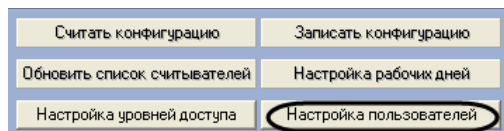

Рис. 3.3—5 Переход к назначению прав доступа пользователям
1. Перейти на панель настроек объекта ППК Рубикон (Рис. 3.3—5).
2. Нажать кнопку **Настройка пользователей** (см. Рис. 3.3—5).